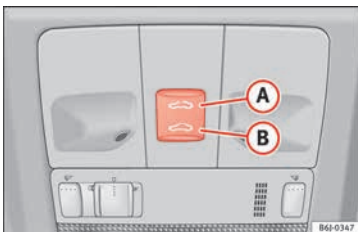

Abb. 9 Im Dachhimmel: Bedienelemente für Panorama-Schiebedach.
- Öffnen: Schalter » **Abb. 9** **A** einmal drücken. Schalter gedrückt halten bis das Schiebedach die gewünschte Position erreicht hat.
- Schließen: Schalter » **Abb. 9** **B** einmal drücken. Schalter gedrückt halten bis das Schiebedach die gewünschte Position erreicht hat.